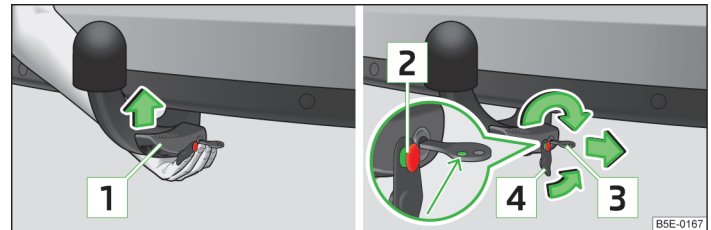

Fig. 144 Introducerea tijei cuplei / încuierea și așezarea capacului încuietorii
- Prindeți tija cuplei **de jos** » fig. 144 și introduceți-o în locașul de fixare până când se fixează cu zgomot » .